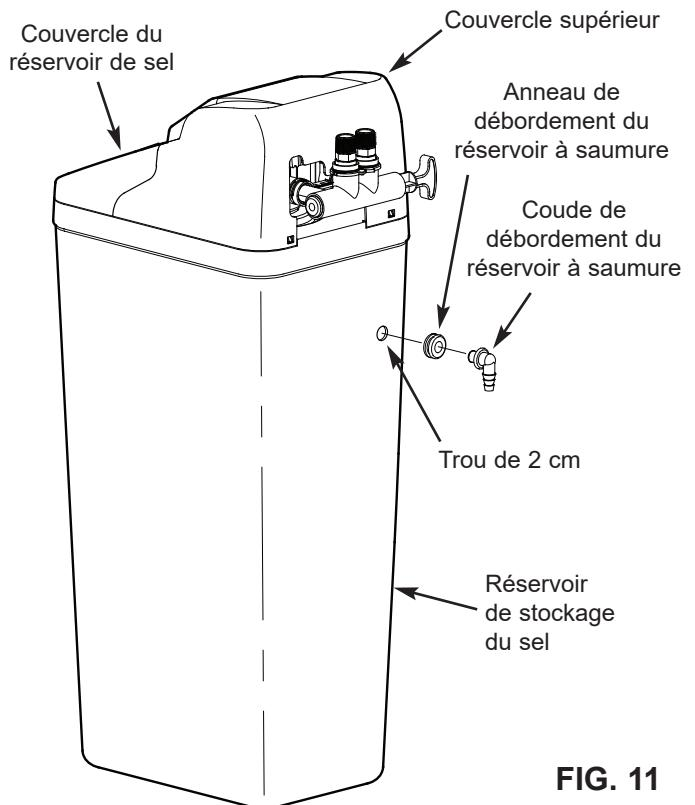

FIG. 11
1. Les modèles North Star sont assemblés à l'usine. Lors de l'installation, dégagerez et enlevez le couvercle supérieur, ensemble avec le couvercle du réservoir de sel (consultez la figure 11), pour exposer la soupape de l'adoucisseur. Placez-la de côté pour éviter de l'endommager.
2. Installez l'anneau et le coude du réservoir à saumure dans l'orifice de 2 cm de diamètre à l'arrière de la paroi du réservoir du stockage (consultez la figure 11).